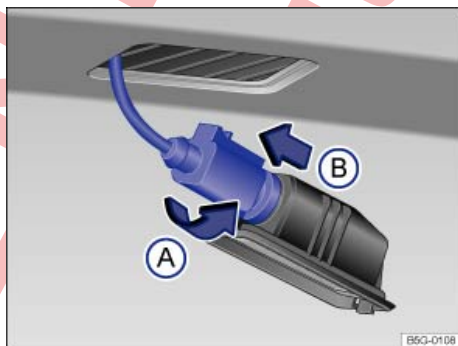

Fig. 295 Luz de la matrícula: desmontaje del portalámparas.
4.	Gire el portalámparas en el sentido de la flecha ⇒ fig. 295 (A) y extráigalo junto con la lámpara en el sentido de la flecha (B).
6.	Coloque el portalámparas en la luz de la matrícula y gírelo en el sentido contrario al de la flecha (A) hasta el tope.